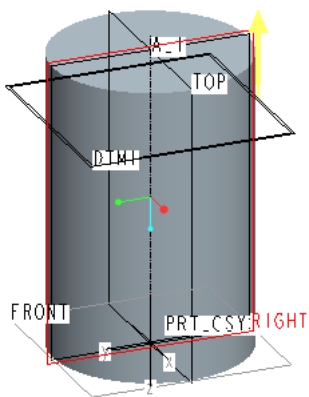

図 13-8 DTM1 の選択
- スケッチ平面のウィンドウ内の「スケッチ」を押す。(図 13-8)